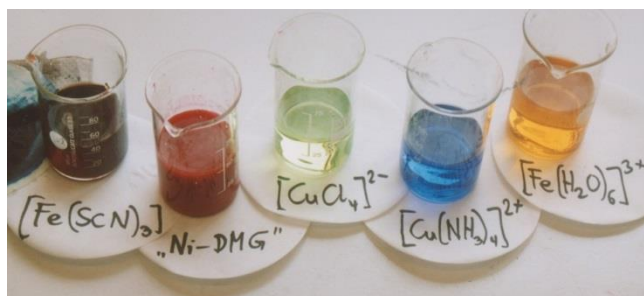

Abb. 1: Lösungen und Niederschläge von Komplexen im Labor
1) Geben Sie an, welche Zentralatome und Liganden in den fünf Komplexen in Abb. 1 vorliegen und nennen Sie die Koordinationszahlen der Zentralatome (vgl. Tabelle unten). Bilden Sie auch die Namen der Komplexe.